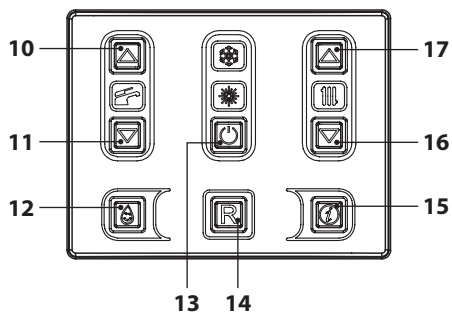
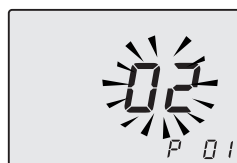

Figura 9.16
Figura 9.17
- Entrare in "modalità programmazione" premendo contemporaneamente per 10 secondi i tasti 13-16-17 (Figura 9.16) fino a far apparire sul display LCD le lettere **P01** che si alternano con il valore del parametro, indicanti l'entrata nel "parametro 01" (Figura 9.17).
- Premendo il tasto 13 (Figura 9.16) si ottiene